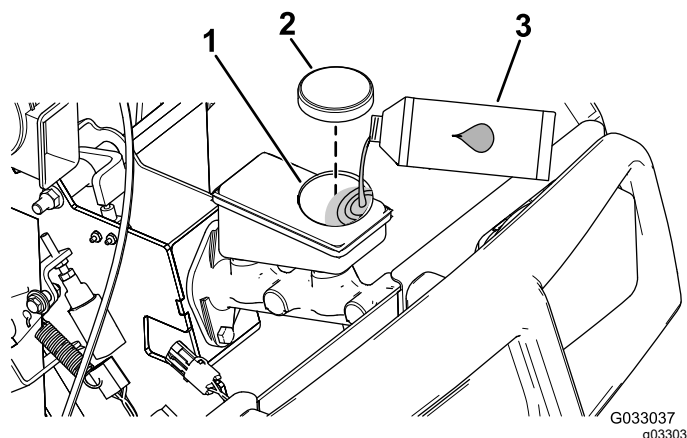

Figura 68
4. Eleve novamente o capot para aceder ao cilindro principal do travão e reservatório (Figura 68).
- A. Limpe a zona em redor da tampa do reservatório e retire-a (Figura 68).
- C. Coloque a tampa do reservatório (Figura 68).